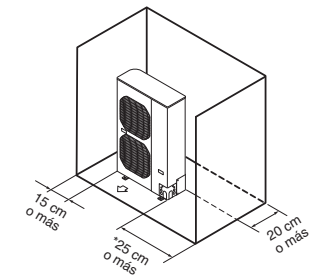

Fig. 2-2
- La provisión de suficiente espacio alrededor de la unidad para la toma/escape de aire y para posible mantenimiento. (Fig. 2-2)
- Obstrucciones en el lado izquierdo, derecho y posterior (la parte frontal y superior de la unidad están abiertas). (Fig. 2-2)